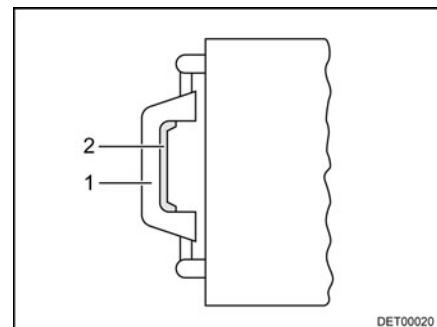

Fig. 39 Claraboya, tirador
- Presionar el cierre de resorte (Fig. 39,2) hacia el lado interior de la claraboya. Presionar simultáneamente hacia arriba la claraboya con el tirador (Fig. 39,1).
- Tirar la claraboya enérgicamente hacia abajo por los dos tiradores (Fig. 39,1), hasta que los dos cierres a presión engatillen.